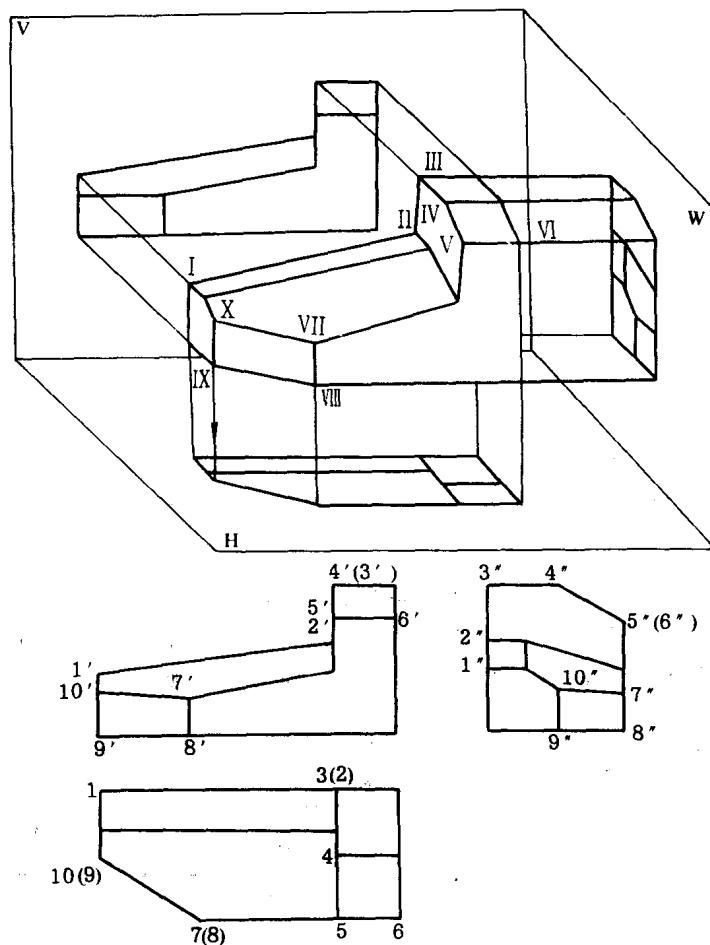
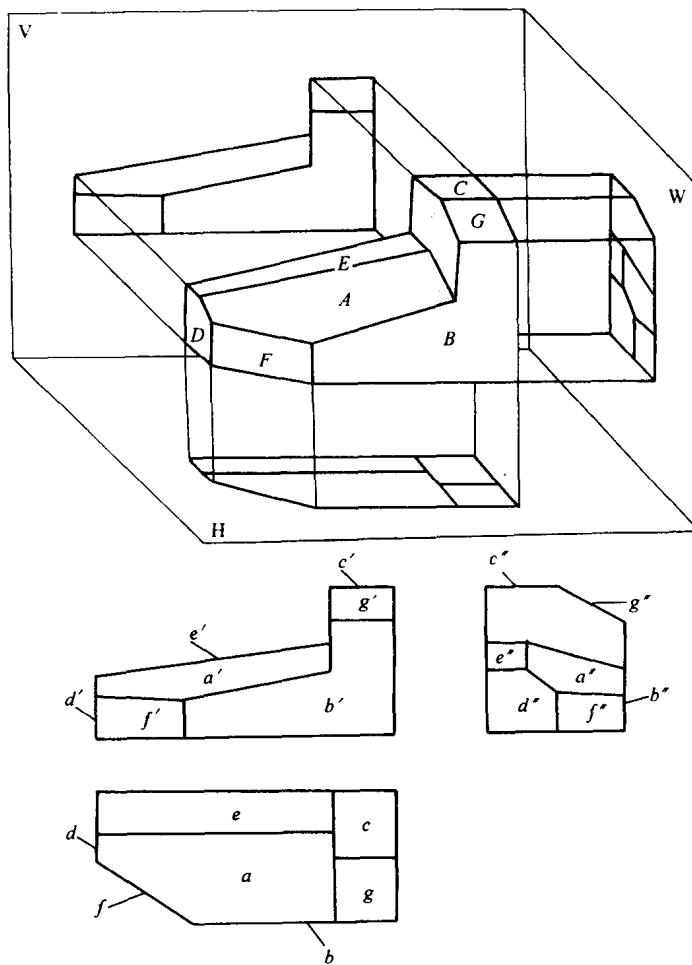

图 1-5 直线在三个投影面中的投影
图 1-6 平面在三个投影面中的投影
1) 直线在三投影面中的投影 见图 1-5。
① 一般位置直线 如 VII X 直线。投影特性是：在三个投影面上的投影均为倾斜的线，且线长小于实长。
② 投影面平行线 分三种：正平线，如 I II 直线；水平线，如 VIII IX 直线；侧平线，如 V VI 直线。投影特性是：在所平行的投影面上的投影是一条斜线，反映实长，其余两个投影是横平线竖直线，且不反映实长。
③ 投影面垂直线 分三种：正垂线，如 III IV 直线；铅垂线，如 VII VIII 直线；侧垂线，如 V VI 直线。投影特性是：在所垂直的投影面上的投影积聚成一点，其余两投影是横平线或竖直线且反映实长。
2) 平面在三投影面中的投影 见图 1-6。
① 一般位置平面 如 A 面。投影特性是：在三个投影面上的投影均是与原形相类似的面形。
② 投影面垂直面 分三种：正垂面，如 E 面；铅垂面，如 F 面；侧垂面，如 G 面。投影特性是：在与平面垂直的投影面上的投影积聚成一条斜线，另两投影为缩小的类似形。